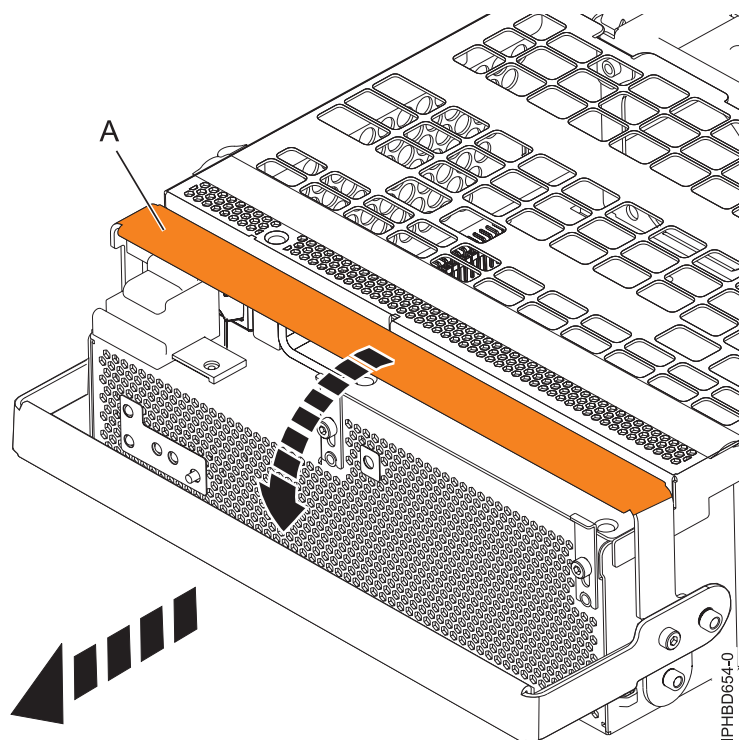

Figure 9. Retrait d'une alimentation électrique
8. Tournez la poignée de verrouillage de l'alimentation électrique (**A**) en position ouverte comme indiqué à la figure 9. Retirez l'alimentation électrique de l'unité d'extension.